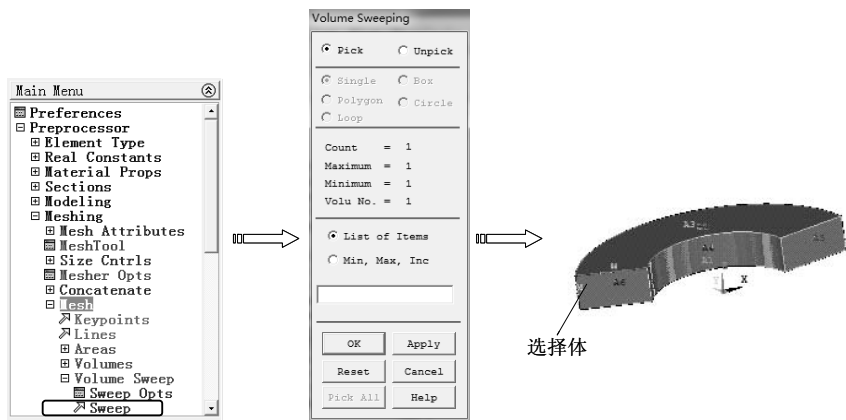

图 3-72 选择体
9) 选择“Main Menu>Preprocessor>Meshing>Mesh>Volume Sweep>Sweep”命令，弹出“Volume Sweep”对话框，选择要扫掠的体，单击“OK”按钮，如图 3-72 所示。